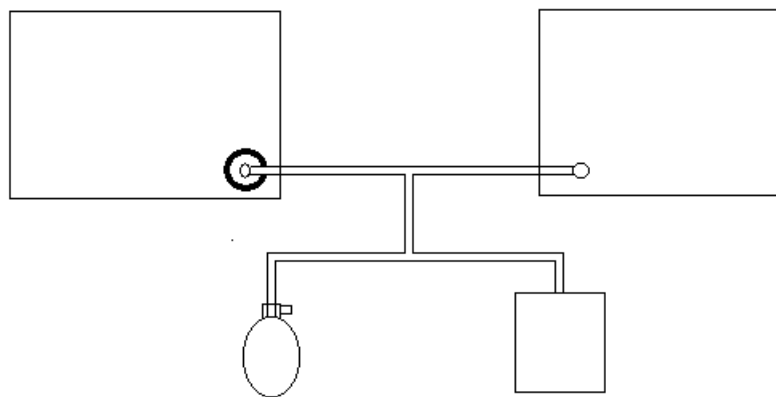

Рисунок 49 – Схема проверки точности
1. Соедините оборудование, как показано на схеме ниже (рисунок 49).